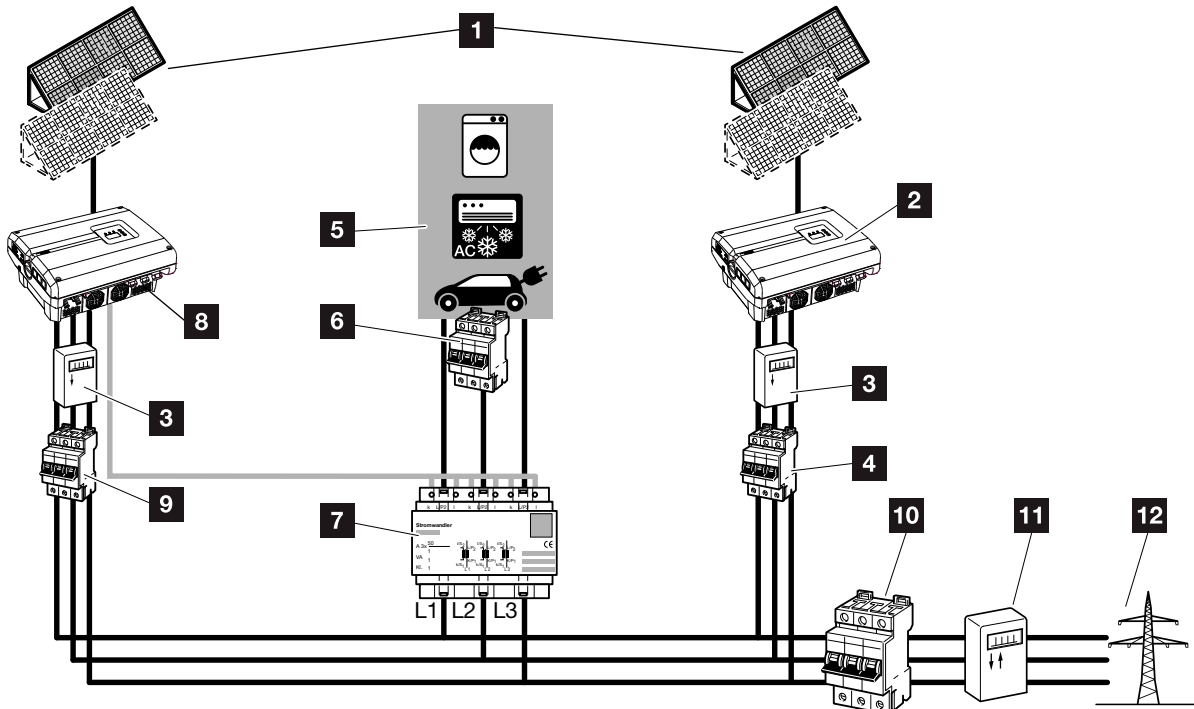
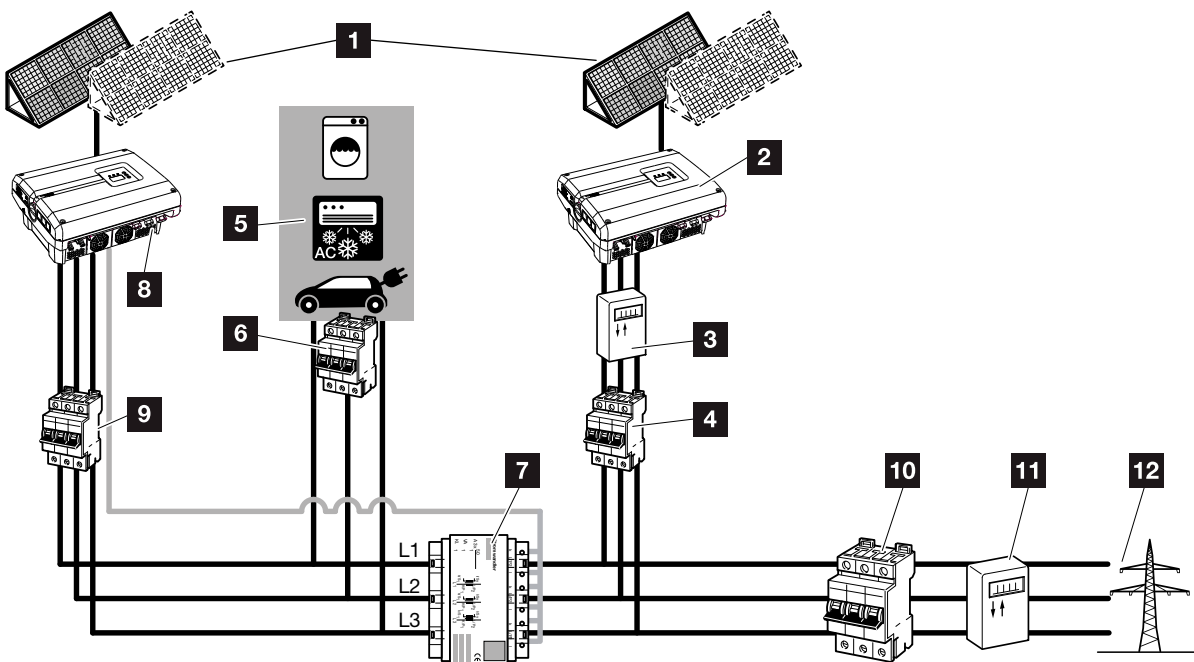

Bild 73: Anslutning av flera växelriktare – Strömsensorposition läge 1 – husets förbrukningsdata
Bild 74: Anslutning av flera växelriktare – Strömsensorposition läge 2 – nätets förbrukningsdata
2. Integrera växelriktaren i systemet enligt bilderna  **Bild 73, Bild 74** och anslut den på ett korrekt sätt